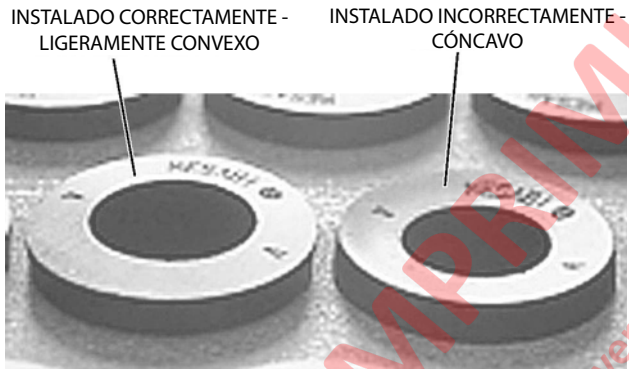

FIGURA 3-9. INSTALACIÓN CORRECTA DEL SELLO
1. Instale sellos de tubo nuevos en el tanque inferior y en el lado inferior del tanque central. No instale sellos en el núcleo superior durante este paso. Los sellos para la parte superior de los tubos no tienen ranuras de bloqueo, pero los de la parte inferior sí. Asegúrese de instalar los sellos correctos en su posición adecuada. Los orificios de sello deben estar secos durante la instalación. Utilice un mazo de goma y una placa de metal plana para golpear ligeramente los sellos e instalarlos en su posición. Si usa fuerza excesiva, empujará los sellos más allá de la posición deseada. Cuando los sellos estén instalados adecuadamente, deberían estar ligeramente convexos. Si están mal instalados, se verán cóncavos con un orificio de menor diámetro. Consulte la Figura 3-9.